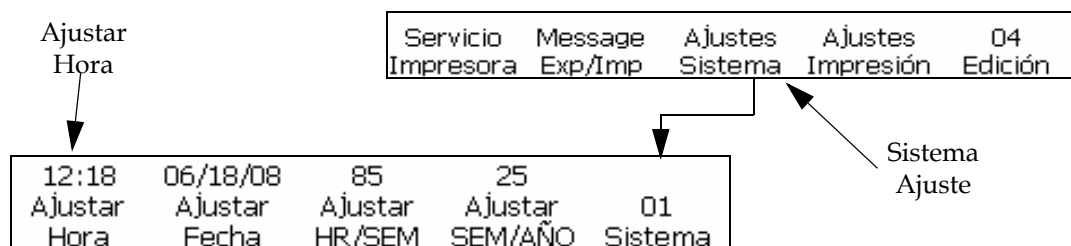

Figura 4-20: Marco <01 Sistema>
- 1 Desplácese hasta el marco <01 Sistema> (01 Edición > 02 Edición > 03 Edición > 04 Edición - Sistema Ajuste > 01 Sistema). Consulte la Figura 4-20 en la página 4-20.